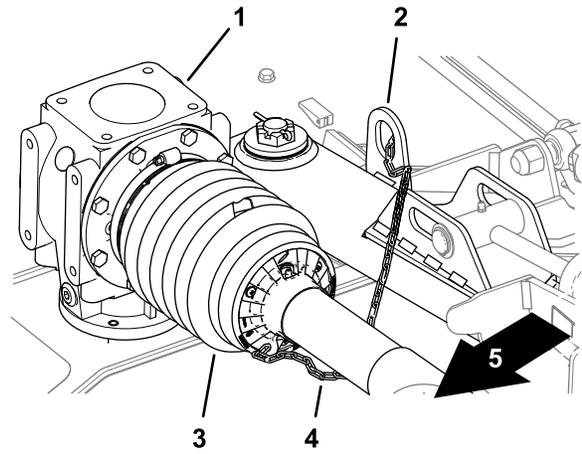

**Figure 18**
6. Vérifiez que la chaîne de retenue est bien reliée à la protection arrière de l'arbre de PDF, aux protections des arbres d'entraînement et au cadre de la tondeuse (Figure 18 et Figure 21).